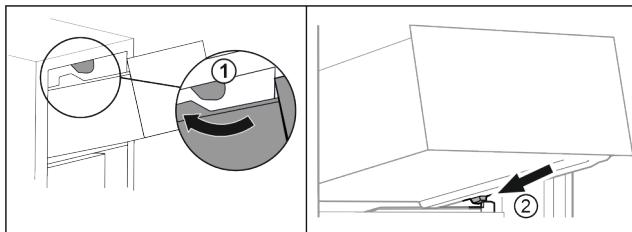

Fig. 61
- ▶ Prevedte zásuvku okolo horných zarážok. Fig. 61 (1)
- ▶ Nasadte zásuvku šikmo za dolnými zarážkami na rebro nádoby. Fig. 61 (2)